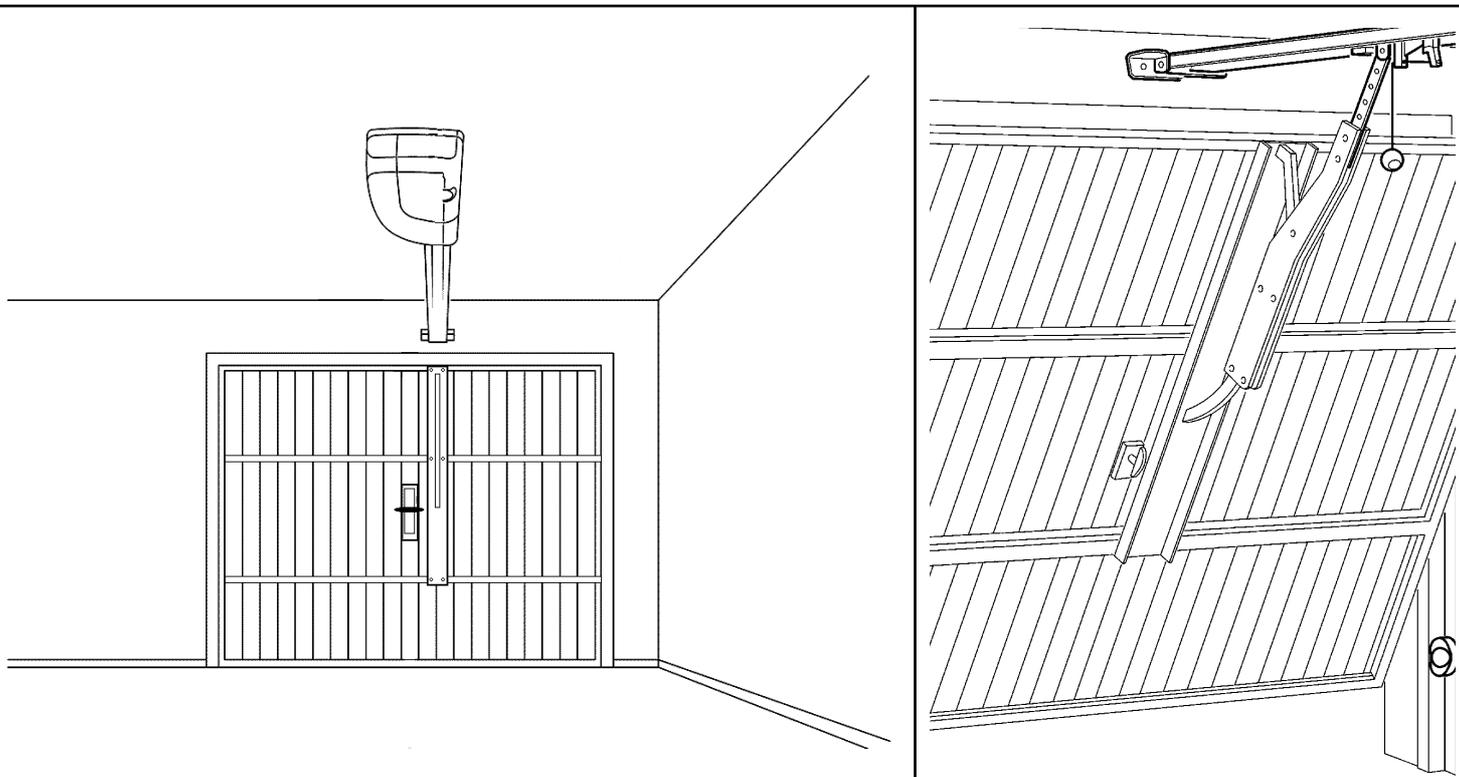

Figura 11
- Se aconseja fijar el motorreductor en correspondencia del centro de la puerta pero se admite una ligera diferencia. Por ejemplo, para montar el BRAZO OSCILANTE del lado de la manilla (Figura 11).
Si la puerta que se ha de motorizar es basculante con contrapesos o de muelles, es necesario instalar el BRAZO OSCILANTE GA1 que podrá montarse al lado de la manilla (Figura 11).